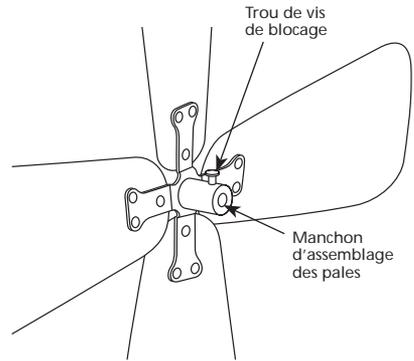

FIGURE 8
23. Desserrer la vis de blocage de l'assemblage de pales de façon à ce qu'elle ne dépasse pas à l'intérieur du manchon d'assemblage de pales. Voir Figure 8.